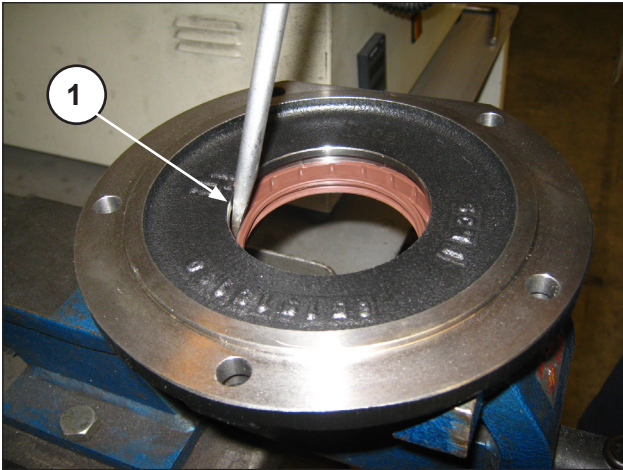

Abb. 11
Entfernen Sie den radialen Dichtring (Pos. ①, Abb. 11).